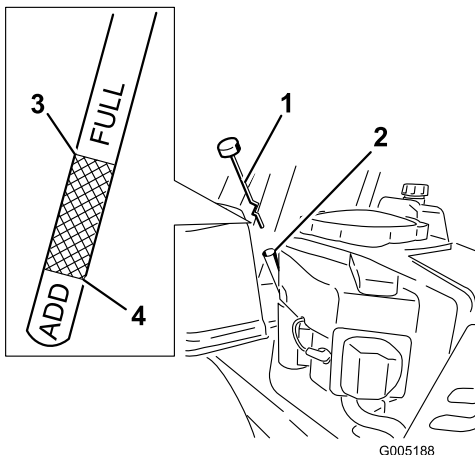

Bild 26
4. Schrauben Sie den Ölpeilstab heraus und wischen Sie das Öl ab (Bild 26). Setzen Sie den Peilstab wieder in das Rohr und setzen Sie den Deckel auf. Schrauben Sie den Deckel nicht auf das Rohr.
5. Entfernen Sie den Peilstab und prüfen den Ölstand. (Bild 26).
- Nehmen Sie den Öleinfüllstutzendeckel/Peilstab ab (Bild 26).
- Gießen Sie ca. 80 % der angegebenen Ölmenge langsam in den Einfüllstutzen (Bild 26).
- Setzen Sie den Öleinfüllstutzendeckel/Peilstab ein (Bild 26).
- Prüfen Sie den Ölstand (Bild 26); siehe „Prüfen des Ölstands“.
- Setzen Sie den Deckel des Öleinfüllstutzens bzw. den Peilstab ein und schrauben Sie ihn fest (Bild 26).